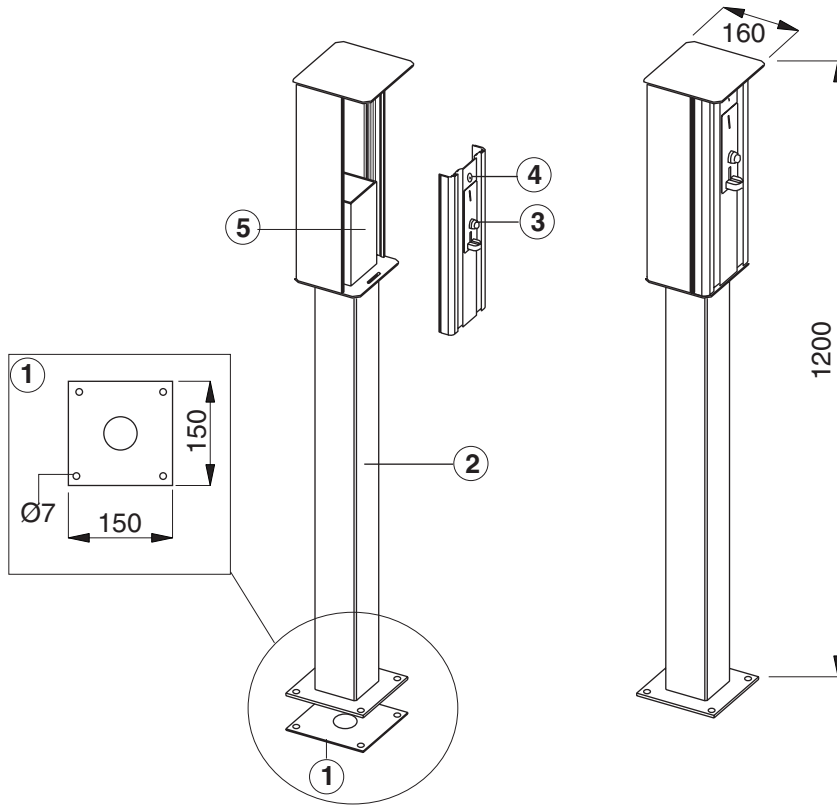

fig. 1
2. Riferimenti illustrazioni (fig. 1 e 2)
2. Reference to illustrations (fig. 1 and 2)
2. References (fig. 1 et 2)
2. Verweise auf Abbildungen (Abb. 1 und 2)